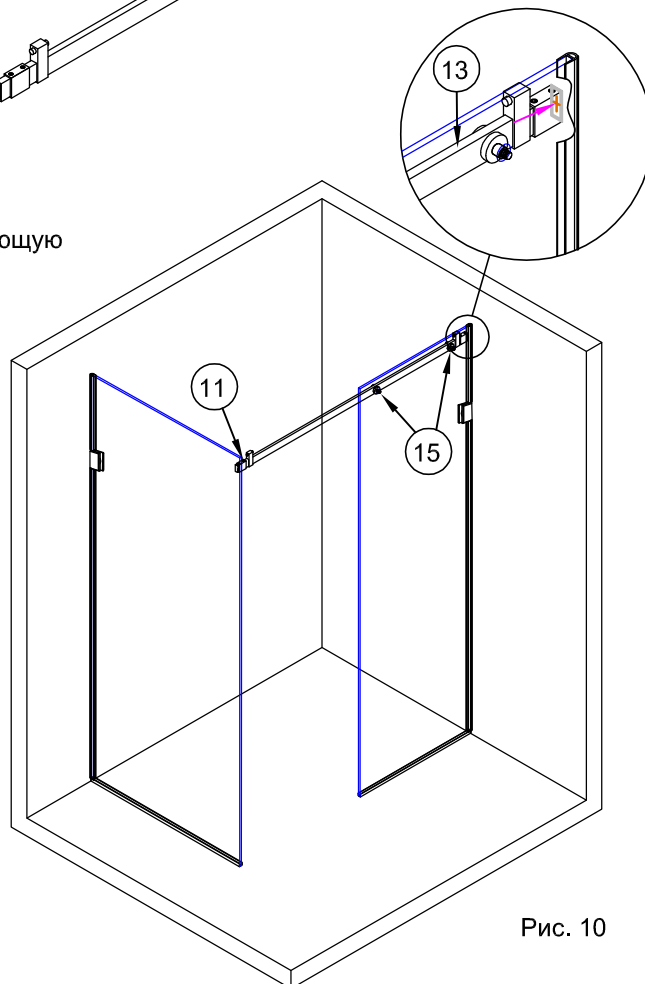

Рис. 10
3.4. Установить рельс собранный в п.3.3. шпильками креплений №15 в отверстия дверной панели №3. На фиксирующую бобышку, закреплённую в п.3.2., надвинуть левую обойму крепления №11 (рис.10).
3.5. При помощи уровня обеспечить горизонтальное положение рельса. На противоположной стене отметить положение оси рельса №13 под крепление фиксирующей бобышки (рис.10). Снять рельс и отложить его в сторону.
Вставить в отверстие дюбель №19. При необходимости использовать молоток. (рис.10)